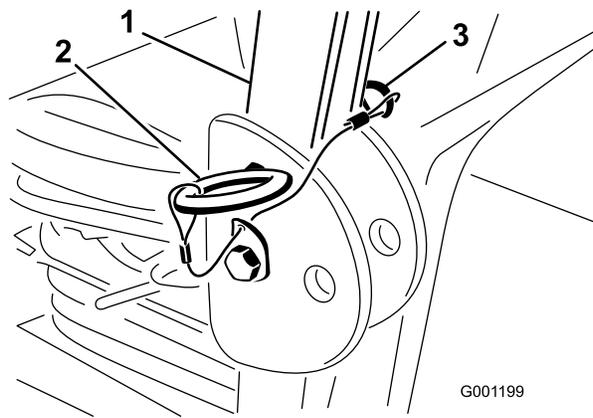

図 8
1. 機体の左右でヘアピンコッターを抜き、ピンを外す (図 8)。
- ROPS をまっすぐに立ててピンで固定し、ヘアピンコッターでロックする (図 8)。